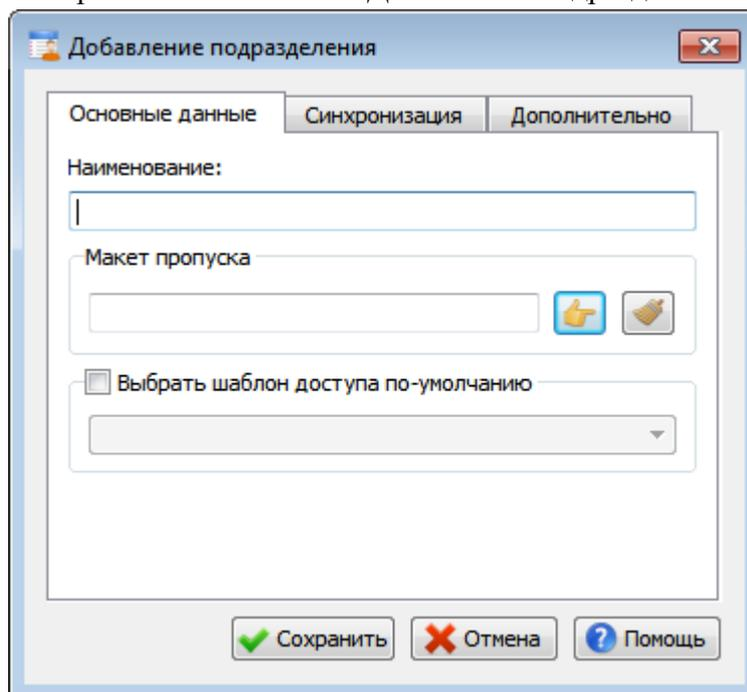

Рис. 75
- Выберите подразделение «ЗАО «КДС»» в иерархическом дереве и нажмите кнопку . На экране появится окно «Добавление подразделения» (Рис. 75).